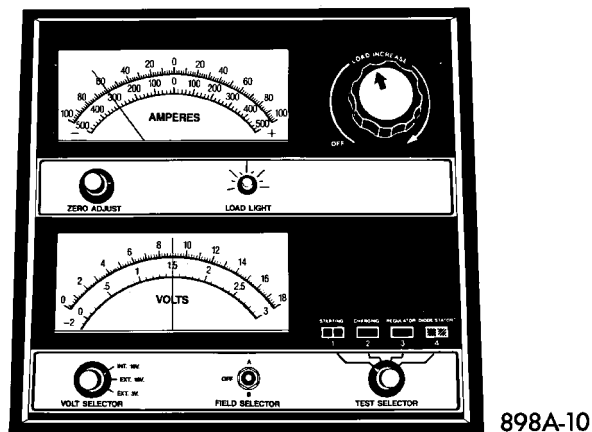
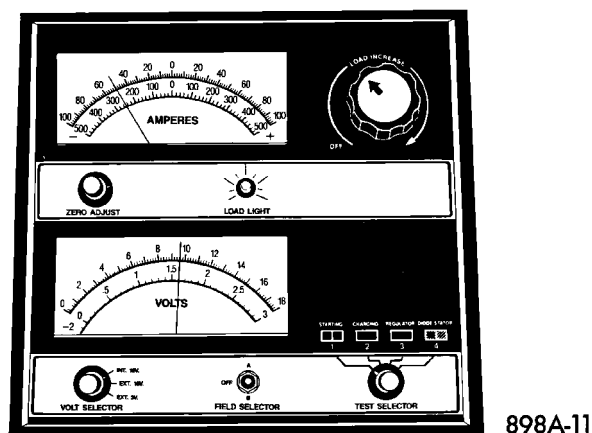

Fig. 8 Eliminación de la carga de superficie de la batería
Fig. 9 Carga del 50% de la estipulación de CCA - Registre el voltaje — característico
(3) Gire la perilla de control (reóstato de placas de carbón) hasta aplicar una carga de 300 amperios durante 15 segundos, luego coloque la perilla en posición OFF (Fig. 8). Esto eliminará la carga de superficie de la batería.
(4) Permita que la batería se estabilice en el circuito abierto de tensión. El voltaje puede tardar en estabilizarse hasta 5 minutos.
(5) Gire la perilla de control de carga para mantener una carga del 50% de la estipulación de amperaje de arranque en frío de la batería (CCA) (Fig. 9). Des-